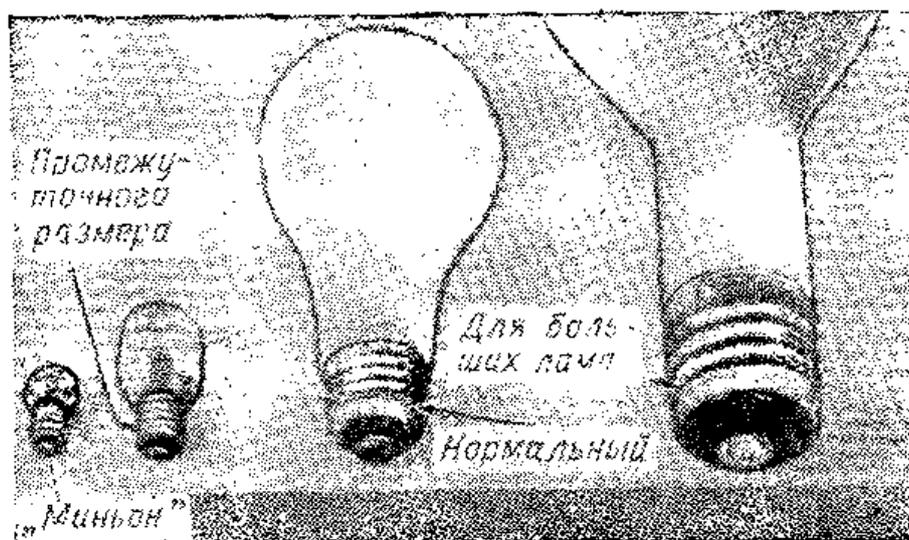

Рис. V.76. Четыре типа ламп с винтовым цоколем, используемых в бытовых осветительных установках.
**Форма и размеры ламп накаливания.** Промышленность выпускает лампы накаливания многих форм и размеров. Мощность ламп накаливания общего назначения, которые используются в бытовых осветительных устройствах, лежит в пределах от 15 до 300 *вт*. Чем больше мощность лампы, тем больше электроэнергии необходимо для работы лампы и тем больше создаваемый ею световой поток. Для обычных ламп применяются нормальные винтовые цоколи (см. рис. IV.33). Баллон лампы изготовляется из прозрачного или матового стекла. Лампы с матовым стеклом получили распространение благодаря тому, что их свет не слепит. Небольшие лампы имеют винтовые цоколи промежуточного размера или винтовые цоколи типа «миньон». Лампы мощностью от 300 до 1 500 *вт* имеют специальные большие винтовые цоколи (рис. V.76).